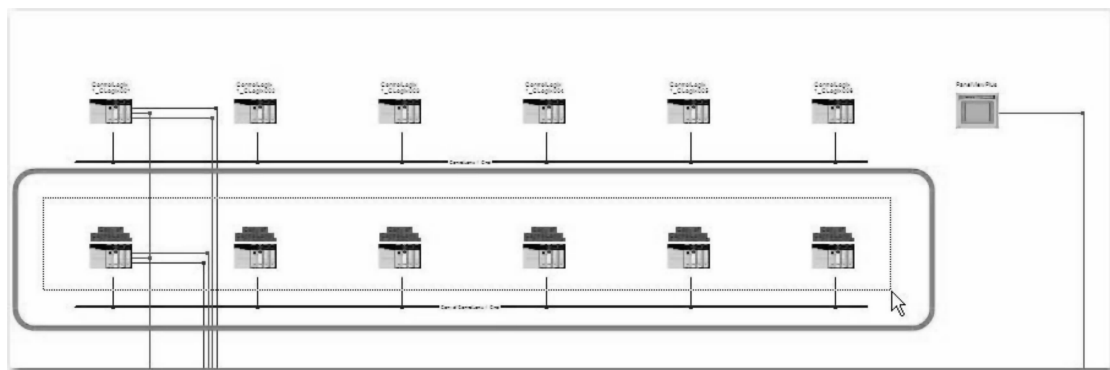

图 26-200 架构视图中拖动设备
6. 也可拖动设备组。拖动选中的整个第二行的 ControlLogix 机架，如图 26-200 所示。